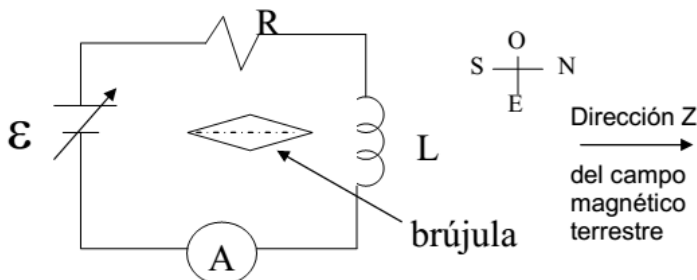

Figura 1 Circuito RL empleado en el experimento
Monte el circuito que se muestra en la Figura 1.
- 1) Posicione la bobina de modo que su eje sea perpendicular al campo magnético terrestre (Ver figura 1) .